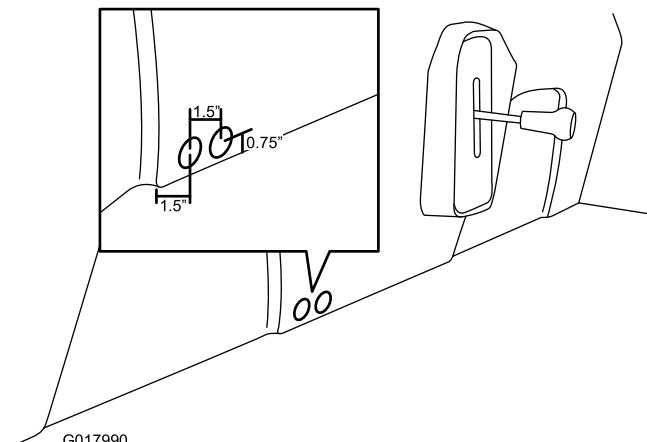

図 19
1. 1インチの穴ノコを使ってシートベースに穴を2つあける図 19。2層になっているプラスチックを両方とも抜くこと。